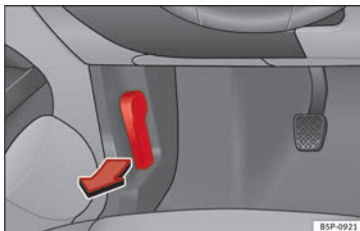

Fig. 144 Pormenor da zona dos pés do lado do condutor: manípulo para destrancar o capot do motor.
- Puxe o manípulo que se encontra por baixo do painel de instrumentos » **Fig. 144** no sentido indicado pela seta. O capot fica destrancado pela ação da mola »